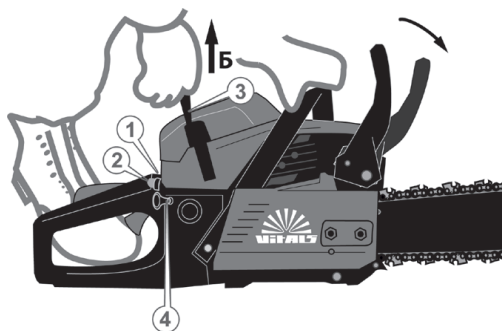
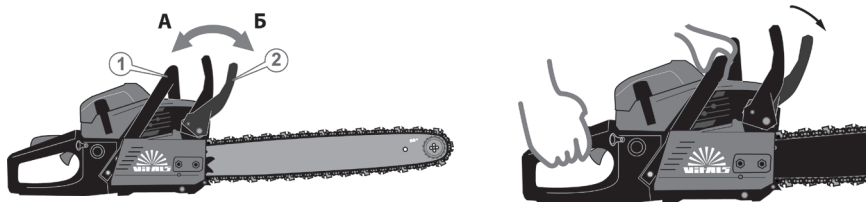

Рисунок 9. Схема запуску та зупинки двигуна.
Рисунок 10. Схема перевірки роботи гальма ланцюга.
4. Встановити вимикач запалювання (1, рис. 9) у положення «Увімк» (I).
7. Закачати паливо в карбюратор ручним паливний насосом-праймером. Для цього натиснути 4–10 разів на ковпачок насоса (2, рис. 9), доки в ньому не з'явиться паливо (рис. 9).
8. Потягнути до упору важіль повітряної засувки (4, рис. 9) у напрямку стрілки (А, рис. 9), щоб закрити її.
- спочатку обережно потягнути на себе руків'я стартера (3, рис. 9) у напрямку стрілки (Б, рис. 9), до упору;
10. Знову потягнути на себе руків'я стартера (3, рис. 9) для запуску двигуна. Після того, як двигун буде запущений, повільно повернути руків'я стартера у початкове положення.
3. Встановити вимикач запалювання (1, рис. 9) в положення «Вимк» (0).
Якщо гальмо ланцюга розблоковане, то його важіль (2, рис. 10) знаходиться у зведеному стані (А, рис. 9) – ближче до руків'я (1, рис. 10), ланцюг рухається за командою від пускової клавіші.
Якщо гальмо ланцюга увімкнене, то важіль (2, рис. 10) знаходиться в увімкненому стані (Б, рис. 10), ланцюг повернути неможливо.